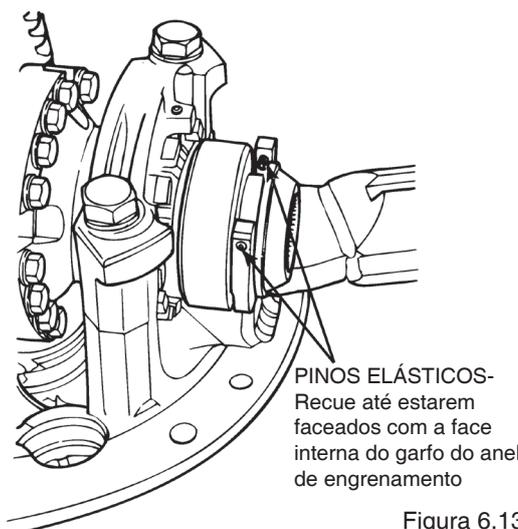

Figura 6.13
1. Para remover o anel de engrenamento do mecanismo de bloqueio, recue os dois pinos elásticos de retenção do anel até ficarem nivelados com a face interna do garfo do anel de travamento. Figura 6.13.